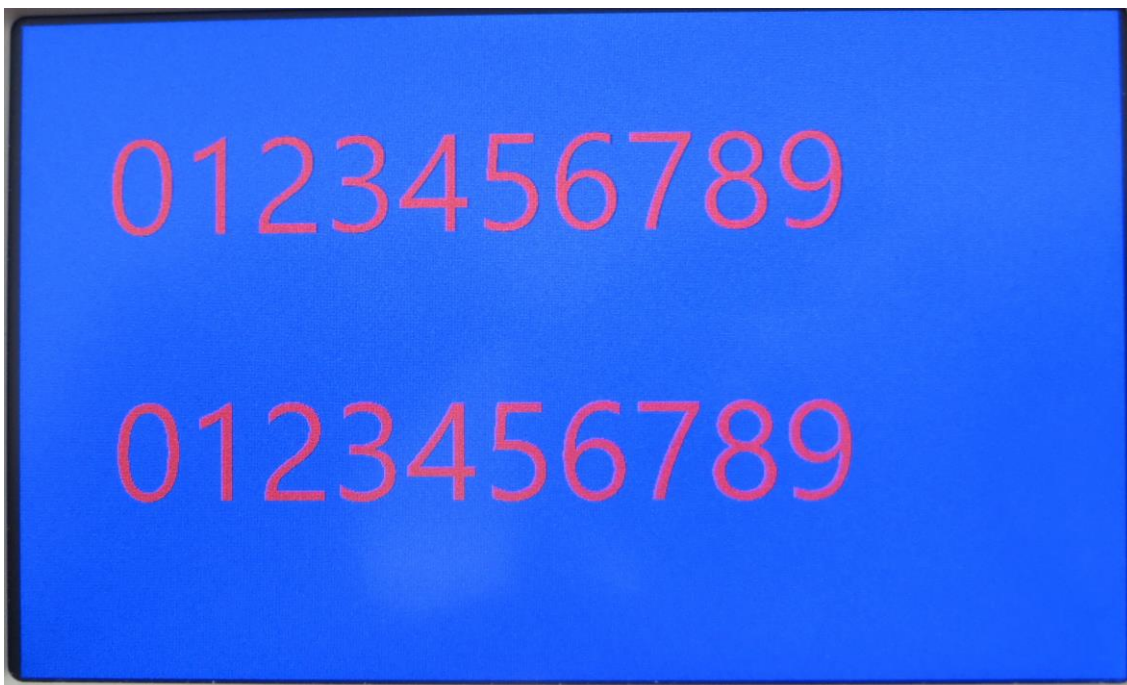

図 11-9
- (1) 通信ソフト Tera Term を起動します。
- (2) B000000031F1DF001F とコマンドを送信します。
- (3) V0000000000AF800 とコマンドを送信します。JPEG 文字画像の場合は、v0000000000AF800 とコマンドを送信します。
- (4) 図 11-9 の様に、文字色 赤で透過描画します。図 11-9 ではわかりづらいですが、実際に液晶に表示されている画像を虫眼鏡などで拡大し、上行の文字列と下行の文字列を比較していただくと、上の行が滑らかに描画されていることがご確認頂けます。